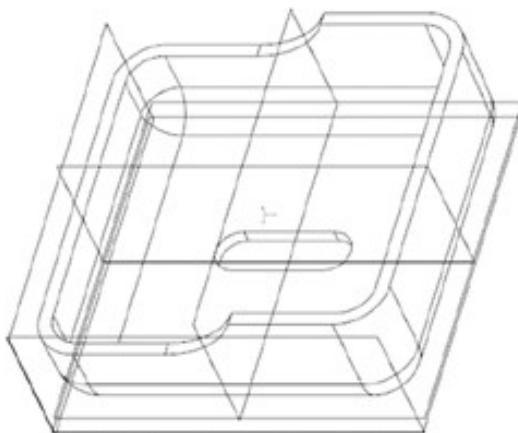

图2-12 参考模型的实体显示在工作区中
Step 02 选择“fanghe02.prt”，单击“打开”按钮，参考模型的实体显示在工作区中，如图2-12所示。